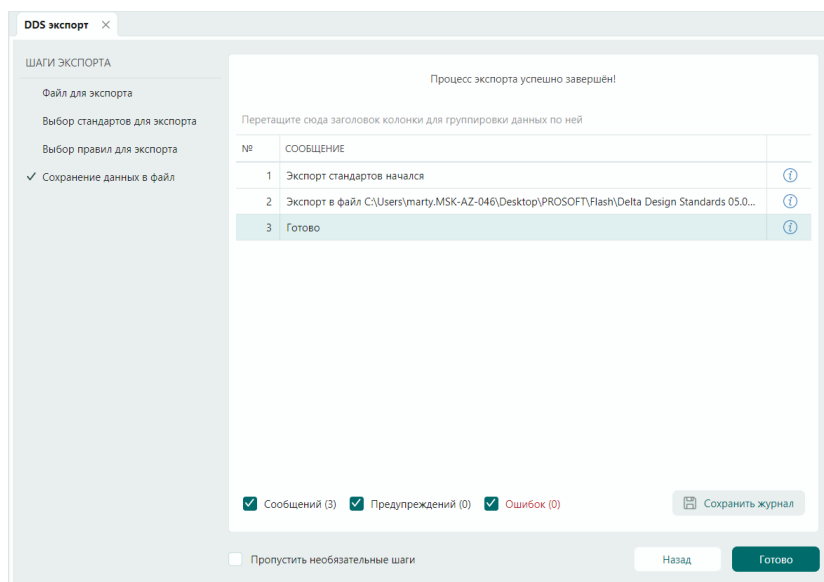

Рис. 12 Завершение процедуры экспорта
7. Дождитесь окончания процедуры экспорта стандартов и нажмите «Готово», см. Рис. 12.